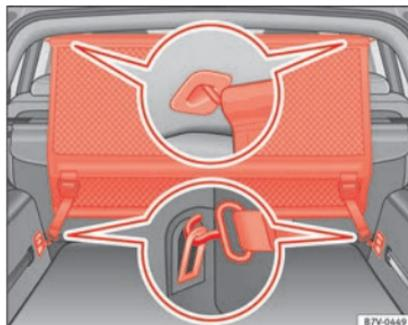

Abb. 167 Im Gepäckraum: Netztrennwand hinter der zweiten Sitzreihe einbauen
- Netztrennwand in der hinteren linken Aufnahme im Dach einhängen » Abb. 167. Da-
- Beide Haltehaken der Netztrennwand in die vorderen Verzurösen im Gepäckraum » Abb. 167 einhängen und die Gurte fest spannen.
- Netztrennwand in der vorderen linken Aufnahme im Dach einhängen » Abb. 167. Darauf achten, dass die Querstange über die obere Position hinaus nach unten gezogen wird.
- Haltehaken der Netztrennwand an den Halteösen » Abb. 167 aushaken.
- Netztrennwand an der rechten Aufnahme im Dach »» **Abb. 167** durch Zusammendrücken der Querstange aushängen.